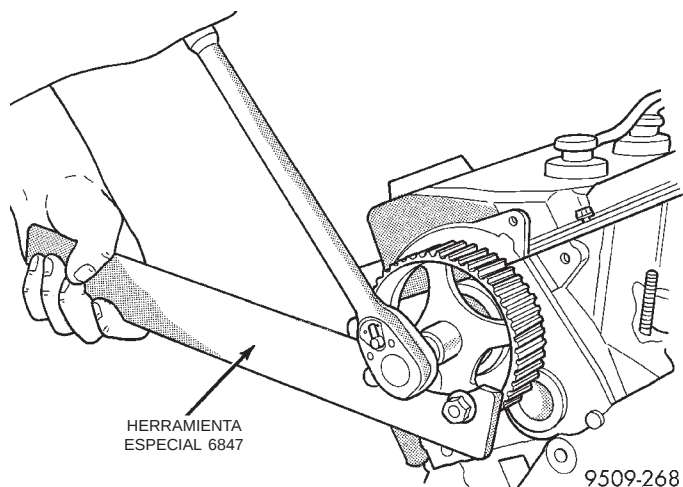

Fig. 68 Ruedas dentadas del árbol de levas—desmontaje e instalación
(1) Retire la correa de distribución. Consulte el procedimiento en esta sección.
(2) Sostenga la rueda dentada del árbol de levas con la herramienta especial 6847. Afloje y retire el perno y la arandela (Fig. 68).
(3) Retire la rueda dentada del árbol de levas.
(1) Coloque la rueda dentada del árbol de levas en el árbol de levas.
(2) Instale en el árbol de levas el perno y la arandela. Con la herramienta especial 6847 sostenga la rueda dentada del árbol de levas y apriete el perno con una torsión de 88 N·m (65 lbs. pie) (Fig. 68).
(3) Instale la correa de distribución. Consulte el procedimiento en esta sección.